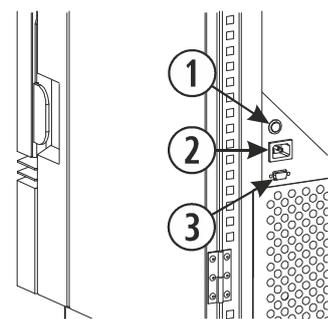

Figura 12
- ECO III: Sulla connessione di corrente della stufa (figura 12).